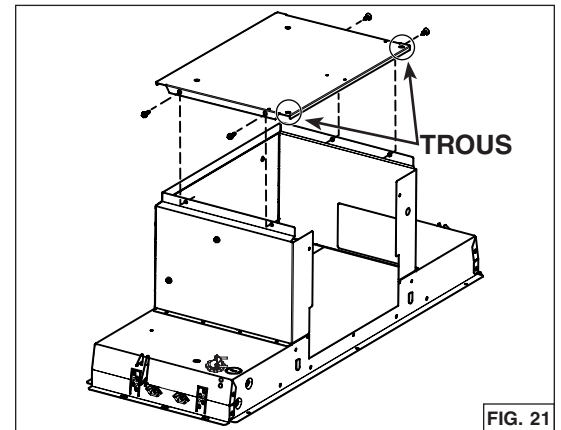

FIG. 21
8. Installer la plaque arrière sur le dessus de l'appareil, où se trouvait la plaque de support du ventilateur. La placer de façon à ce que les trous situés près des coins se trouvent à l'arrière de l'appareil. L'assembler au dessus de l'appareil à l'aide des 4 vis retirées précédemment à l'étape 6 (FIG. 21).
Pour un conduit rond, utiliser 4 vis à métaux no. 8-18 x 1/4 po (incluses) pour fixer l'adaptateur/volet de 6 po rond (inclus) sur le dessus de l'appareil, par dessus l'ouverture d'évacuation du ventilateur (FIG. 21).